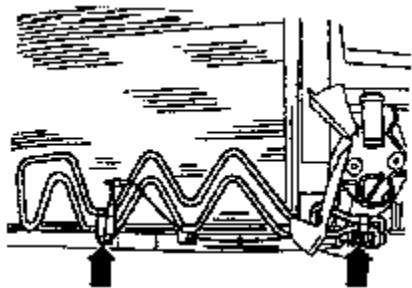

图 4-149 拆卸动力转向液压冷却管
(2) 如图 4-149 所示，脱开动力转向液压冷却管（箭头）。